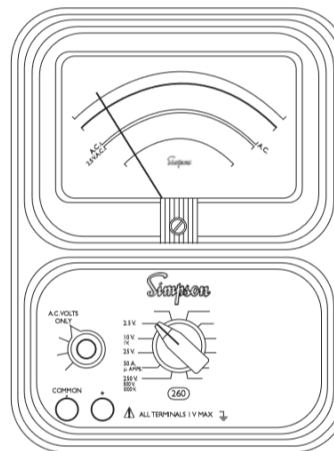

Figura 4-5. Posición de contactos e interruptores para medición de voltaje CA, Rangos 0-2.5V hasta 0-250 V
- Ajuste la función del interruptor a la posición de sólo volts CA (figura 4-5)